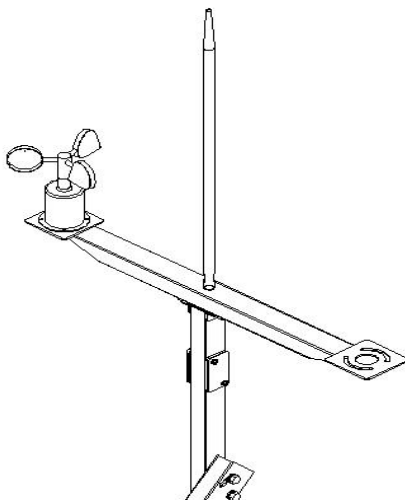

图 3-4 安装风速传感器
(1) 将风速传感器用附带的 M3x12 盘头螺钉固定在水平支架上，安装时应保证三叶风杯与地面水平，如图 3-4；